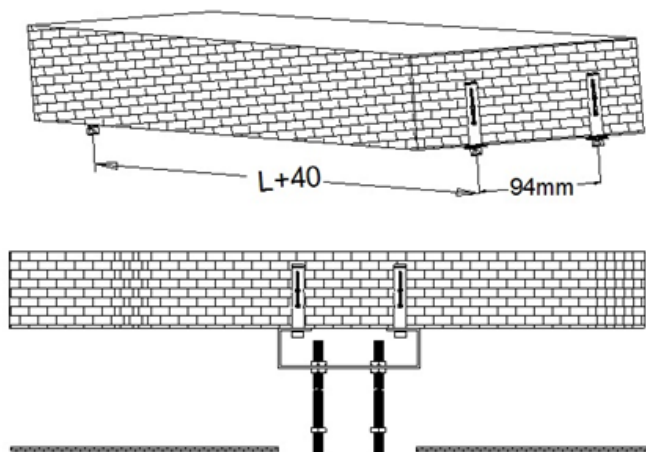

Figura 3
A continuación, coloque los cuatro ángulos de montaje (A) en el techo. Asegúrese de que el ángulo se encuentra instalado de forma fija para garantizar así que la pantalla se instale de forma segura y permanente. Acto seguido, inserte las cuatro varillas roscadas (D) en los ángulos de montaje y gire la tuerca hexagonal sobre la altura del falso techo (figura 3).